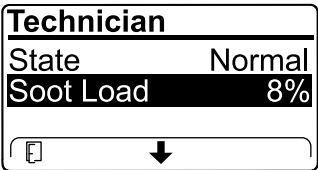

Bild 47
- Zeigen Sie die Rußlast an, die als Prozentsatz des Rußes im Dieselpartikelfilter (Bild 47) gemessen wird, siehe Tabelle für die Rußlast.